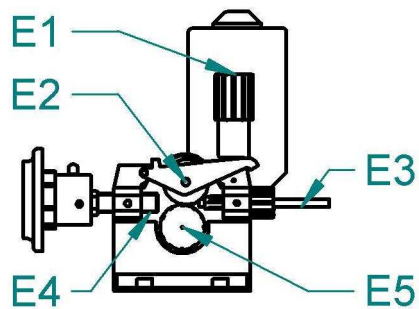

Abb. 4-Rollen Drahtvorschub
- Kippen Sie die Spannmutter (Abb.4, Pos. E1) bei Doppel-Drahtvorschubrollen nach rechts, bzw. bei Vier-Drahtvorschubrollen nach vorn, die Andruckrolle (Abb.4, Pos. E2) wird nach oben geöffnet.
- Schrauben Sie das PVC-Sicherungsteil heraus (Abb.4, Pos. E5) und nehmen Sie die Drahtvorschubrolle ab.
- Sofern an der Drahtvorschubrolle die geeignete Rille ist, drehen Sie die Rolle um und setzen Sie sie wieder auf die Welle und sichern sie durch Einschrauben des Sicherungsteils ab (Abb. 4 Pos. E5).
- Schneiden Sie das am Rand der Wickelrolle befestigte Drahtende ab und schieben es in der Drahtseele (Abb. 4, Pos. E3) über die Drahtvorschubrolle (Abb.4, Pos. E3) und etwa 5 cm in das Rohr des Konnektors EURO (Abb.4, Pos E4). Kontrollieren Sie ob der Draht durch die richtige Rille der Drahtvorschubrolle führt.
- Kippen Sie die Andruckrollen so herunter (Abb. 4 Pos. E2), damit die Zähne ineinander greifen und bringen Sie die Spannmutter (Abb.4, Pos. E1) in senkrechte Lage.
- Stellen Sie den Druck der Spannmutter so ein, dass ein problemloser Transport des Drahtes gewährleistet ist, wobei der Draht nicht deformiert werden darf. Die Stellschraube befindet sich unter der PVC-Schraube (Abb. 4, Pos.E1).